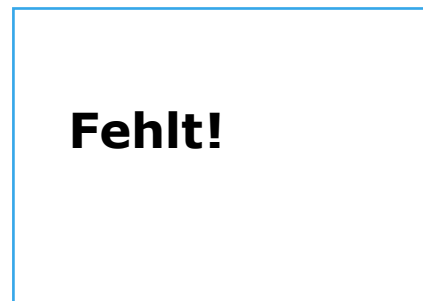

Fig. 4 Connettore EUV
L'alimentazione di tensione è applicata al contatto 1 o 2, fig. 4. L'altro contatto è per il comando a massa.
- Secondo veicolo, controllare la tensione al contatto 1 o 2 del connettore, fig. 4 e massa.